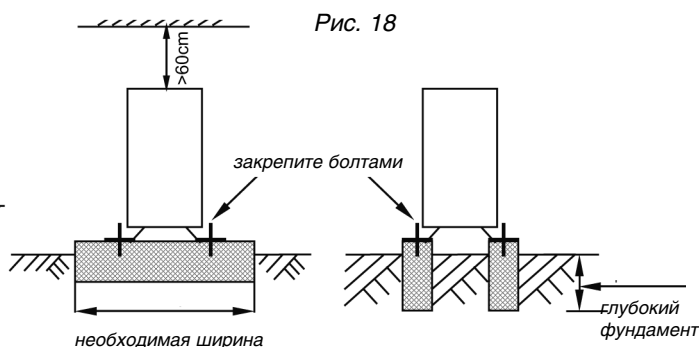

Рис. 18
- Сделайте бетонный фундамент размером 590 x 328 мм (рис. 18).